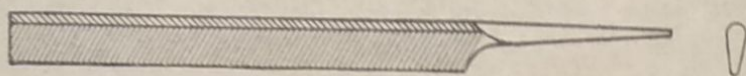

Рис. 1
2. По форме поперечного сечения для заточки лучковых и двуручных пил приняты напильники: ромбический, трехгранный и плоский с овальными ребрами, а для углубления пазух — круглый. В дальнейшем будет испытан напильник оригинальной формы (рис. 1), комбинированный из частей ромбического и круглого напильников. Этим напильником с успехом можно затачивать зубья и